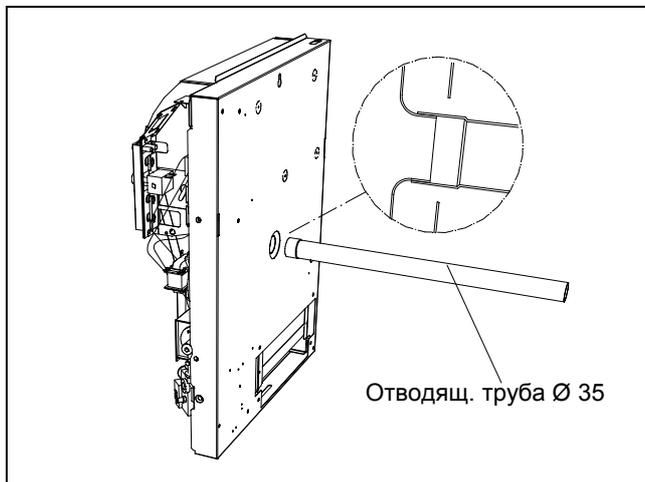

Рисунок 14 – РАСПОЛОЖЕНИЕ ТРУБЫ ДЛЯ ОТВОДА ПРОДУКТОВ СГОРАНИЯ
10. Насадить край трубы для отвода отходящих газов ( $\varnothing 35\text{мм}$ ) на выходной патрубке устройства (Рисунок 14).